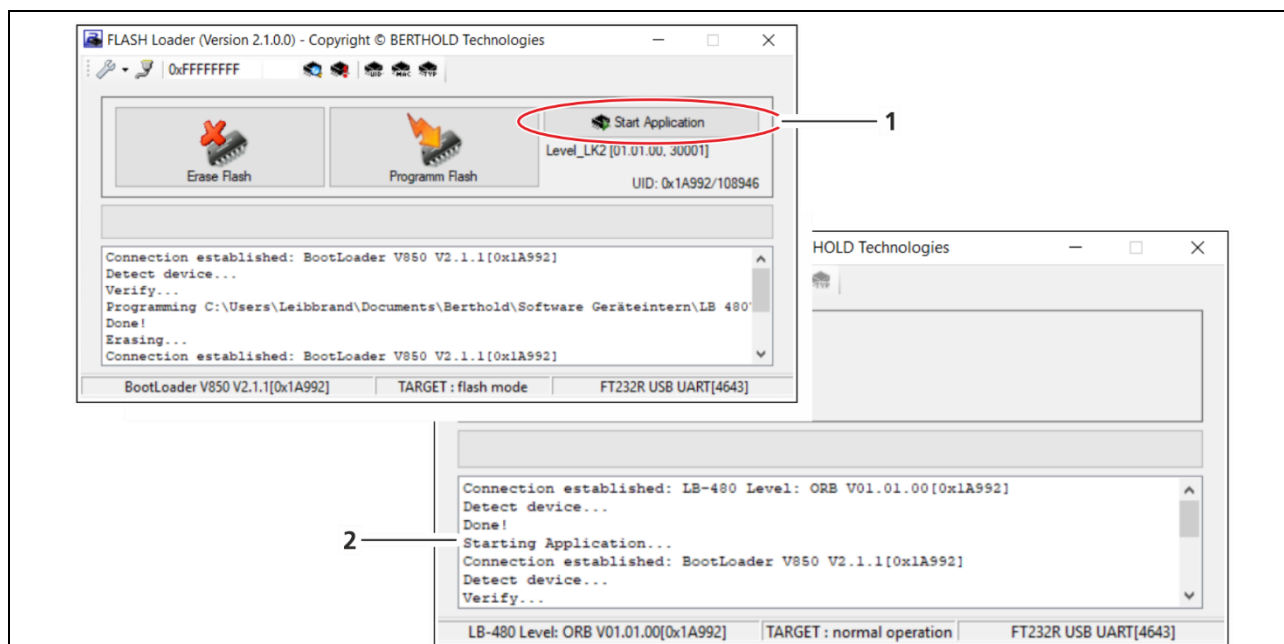

Abb. 7 Installierte embedded Software starten
26. Klicken Sie nach erfolgreichem Installationsvorgang die Schaltfläche <Start Application> (Abb. 7, Pos.1).
► Die neue embedded Software wurde korrekt installiert (Abb. 7, Pos.2) und die erforderlichen Resets (Factory Reset und Software Reset) können durchgeführt werden.